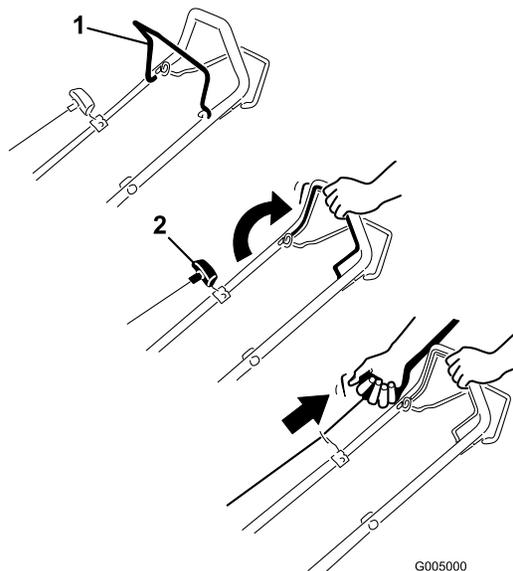

Рисунок 10
1. Удерживайте штангу управления ножом прижатой к рукоятке (Рисунок 10).
после чего резко дерните за нее. Дайте тросу медленно вернуться в ручку (Рисунок 10).